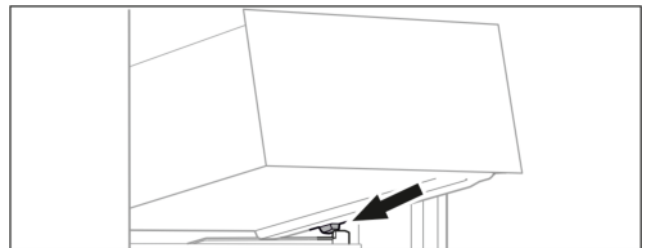

Fig. 48
- ▶ Schubfach schräg hinter den Stopperrn auf Behälterrippe aufsetzen. (siehe Fig. 48)